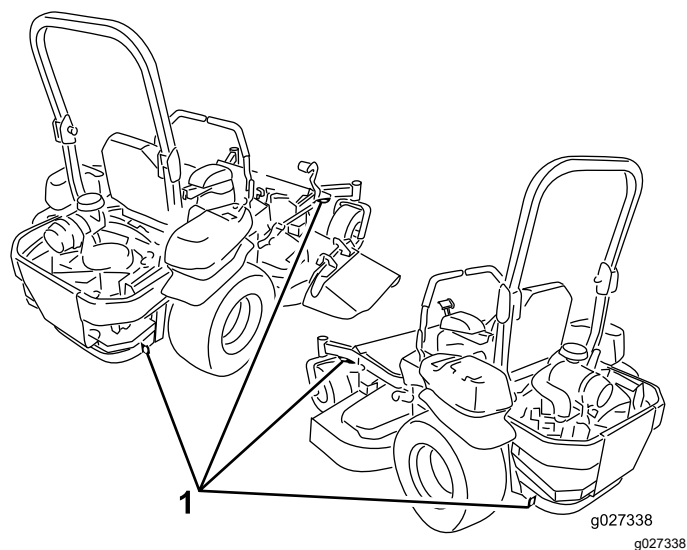

Figure 42
6. Arrimez la machine près des roues pivotantes avant et du pare-chocs arrière à l'aide de sangles, chaînes, câbles ou cordes (Figure 42). Reportez-vous à la réglementation locale concernant les exigences en matière d'arrimage.